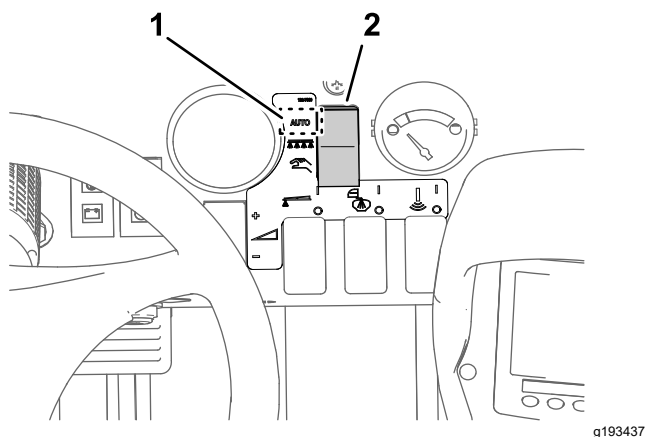

Figura 38
3. Setai butonul pentru modul pulverizatorului în modul Rată de aplicare (Figura 38).